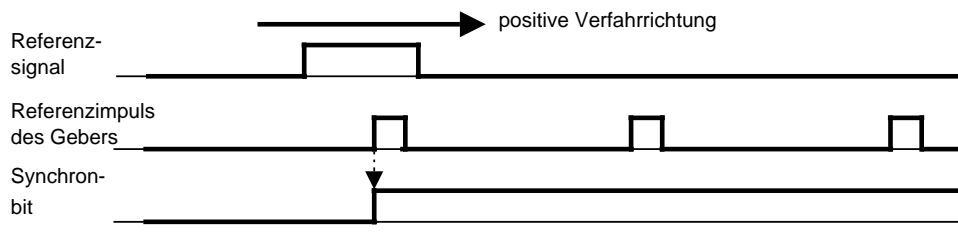

Bild 16.18 Lage des Referenzpunkts (Synchronbit 0 → 1) im Bereich des Referenzsignals
- Der erste von der Baugruppe erkannte Referenzimpuls nach der steigenden Flanke des Referenzsignals führt zur Synchronisation (--> Bild 16.18, Bild 16.20a).